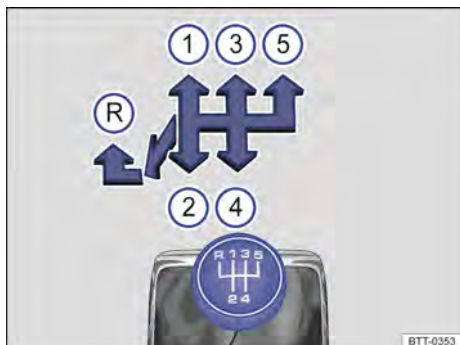
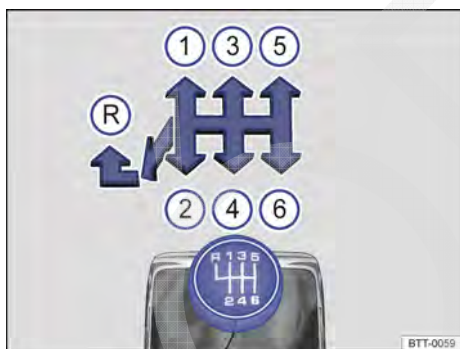

Fig. 148 Esquema de troca de marchas da transmissão manual de 5 marchas.
Fig. 149 Esquema de troca de marchas da transmissão manual de 6 marchas.
As posições de cada marcha estão representadas na alavanca da transmissão → Fig. 148 ou → Fig. 149.
- Empurrar a alavanca da transmissão totalmente para a esquerda e depois para frente até a posição da marcha a ré → Fig. 148 (R) ou → Fig. 149 (R).